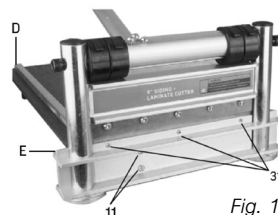

Fig. 1
1. Fixez l'ensemble de table (D) à le support de table (E) au moyen des 3 petites vis à tête cruciforme (n° 31) (fig. 1).
2. Fixez le support de tableau moyen des 2 grandes vis à tête cylindrique (n° 11) (fig. 1).